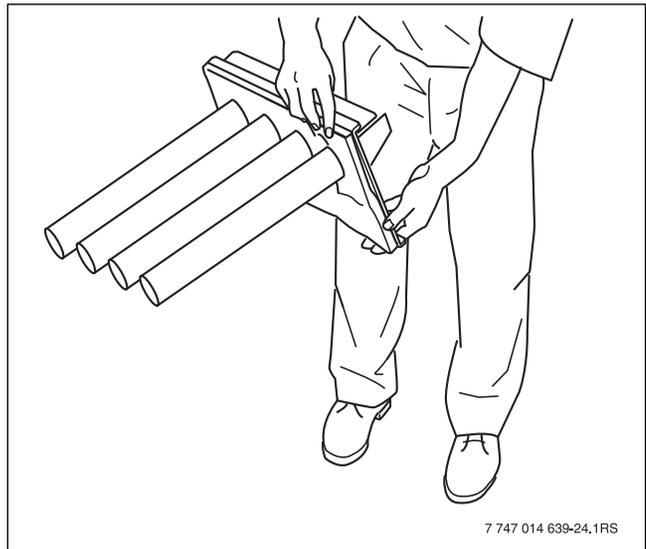

Рис. 54 Опрокидывание горелки
- ▶ Переверните горелку, чтобы удалить остатки воды (→ рис. 54, стр. 40).